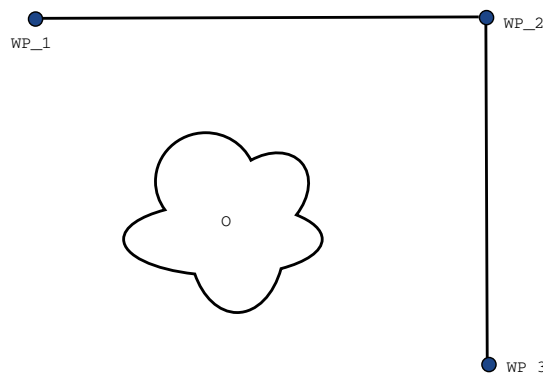

Abbildung 15.2: WP\_1: Ausgangsstellung, WP\_2: Zwischenziel, WP\_3: Aufnahmeposition, O: Hindernis.
**Beispiel** Betrachten wir beispielsweise eine Pick-and-Place-Anwendung (siehe Abbildung 15.2), bei der sich der Roboter aktuell am Wegepunkt1 (WP\_1) befindet und ein Objekt am Wegepunkt3 greifen (WP\_3) soll. Um Kollisionen mit dem Objekt und anderen Hindernissen (O) zu vermeiden, muss sich der Roboter WP\_3 aus der Richtung von Wegepunkt2 kommend (WP\_2) nähern. Es werden also drei Wegepunkte für die Bahn einbezogen, um die Anforderungen zu erfüllen.